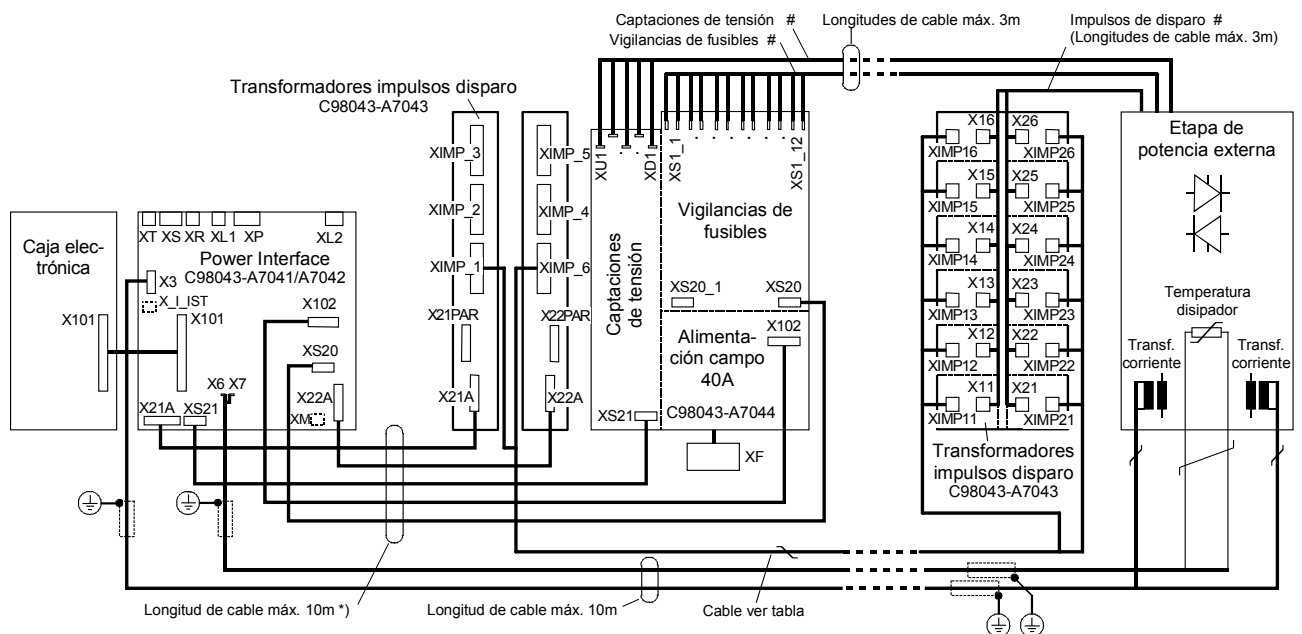

Fig. 6.4.2
2. Semicaja posterior y semicaja frontal montadas una sobre otra o separadas, tarjeta C98043-A7043 dividida (transformadores de impulsos de disparo montados en la etapa de potencia), tarjeta C98043-A7044 no dividida (Fig. 6.4.2)